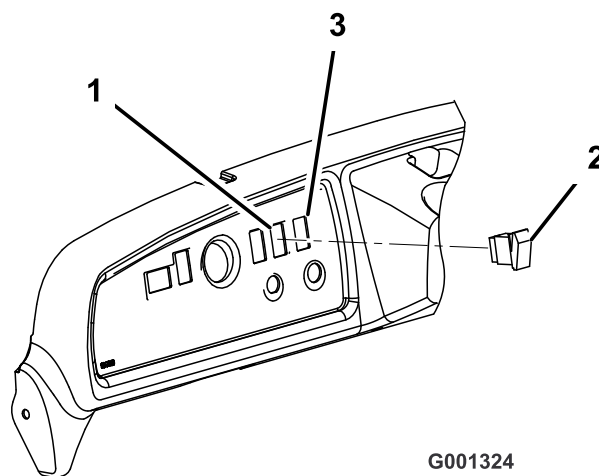

図 5
1. ダッシュボードの右側についている打ち抜きプラグを打ち抜いて外す (図 5)。
2. ダッシュボードのハーネス用コネクタにスイッチをはめ込む。スイッチをダッシュボードにはめこむ (図 5)。